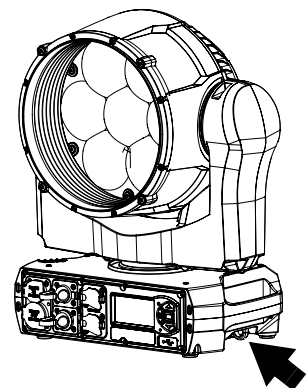

Bild 23: Ankerpunkt des Fangseils
1. Siehe Bild 23. Sichern Sie das Gerät mit einem Fangseil, das für das Gewicht des Gerätes zugelassen ist. Befestigen Sie das Fangseil an einem der Ankerpunkte an der Unterseite der Basis (siehe Pfeil in der Abbildung rechts). Führen Sie das Fangseil durch den Ankerpunkt oder verwenden Sie einen Karabiner. Das Fangseil muss das Gerät zuverlässig halten, wenn die primäre Befestigung versagt. Befestigen Sie das Fangseil mit so wenig Spiel wie möglich an einem sicheren Ankerpunkt der tragenden Struktur.